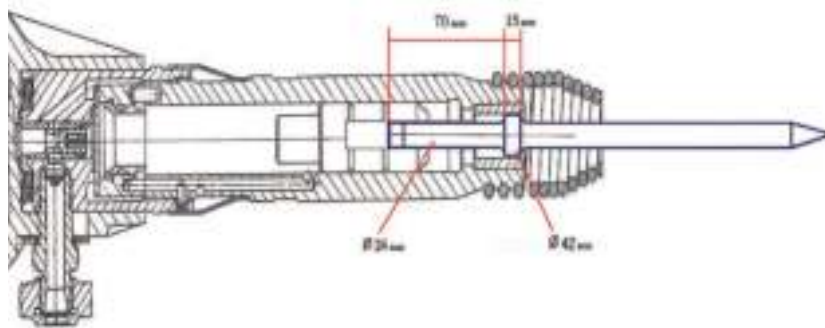

рис. 2
6.7 Для удержания пики от выпадения, на ствол молотка навинчивается концевая пружина 1. В зависимости от условий работы в молотке могут применяться пика, лопатка, топорик или другой инструмент с требуемым оформлением рабочего конца (рис. 2)